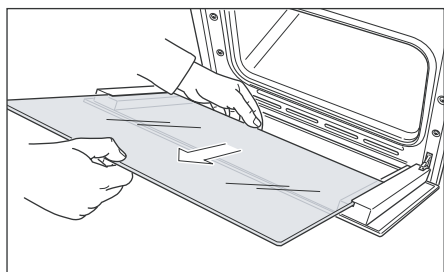

Figura 48e
- Estrarre dolcemente il pannello interno di vetro (Figura 48e).